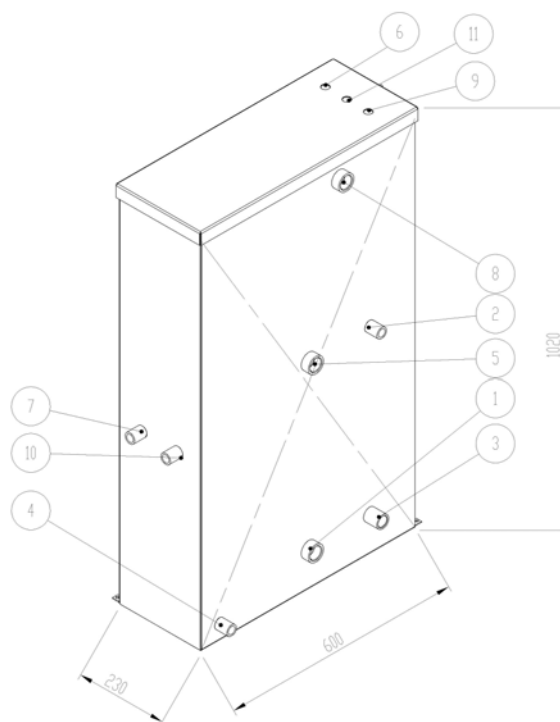

Fig. 9
3.1.2 VAS COLECTARE CONDENS (Fig. 9)
- 7) Deschideti scurgerea cazanului si controlati pe indicatorul de nivel cand intervine sonda pentru pornirea pompei (7 Fig. 9);
- 8) Pozitionati intrerupatorul pompei in pozitia "0" lasand deschisa scurgerea si controlati nivelul la care intervin sondele de siguranta (8 si 9 Fig. 9), confruntandu-l cu nivelul minim (valoarea scrisa pe placuta);